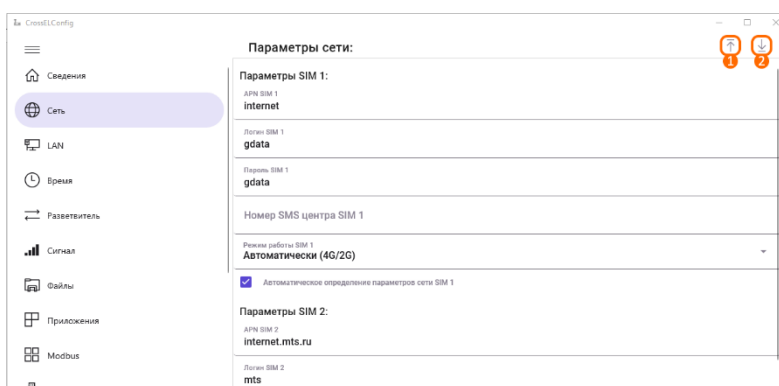

Рисунок 4 – Вкладка «Сеть»
Вкладка позволяет задавать параметры связи модема (рис. 4). Для настройки подключения 4G-модема в данной вкладке доступны следующие параметры:
- Кнопка записи параметров (рис. 4, элемент 1) позволяет записать параметры связи;
- Кнопка чтения параметров (рис. 4, элемент 2) позволяет считать параметры связи.